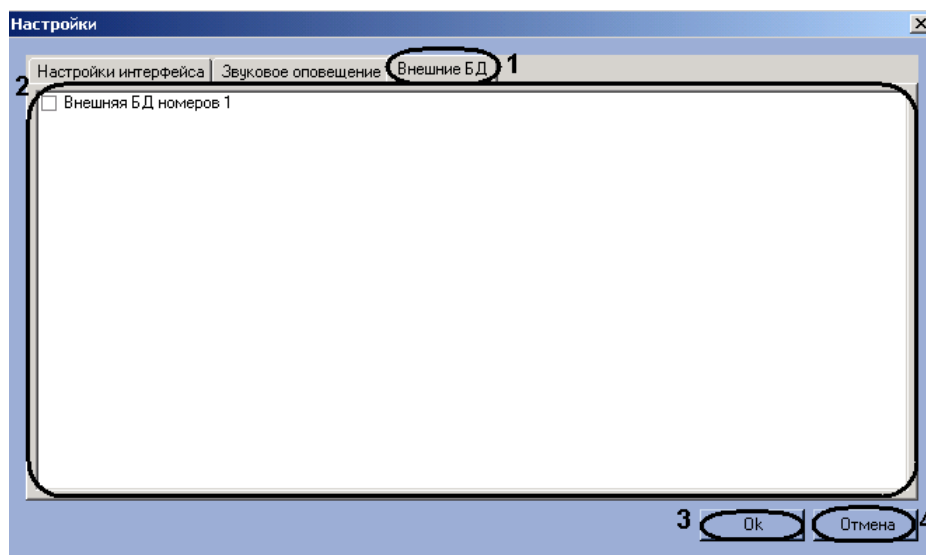

Рис. 7.8—12 Выбор внешних баз данных в качестве баз данных «Оперативного слежения»
4. Установить флажки напротив тех внешних баз данных, которые необходимо использовать в качестве баз данных «Оперативного слежения» (см. Рис. 7.8—12, 2).
5. Для сохранения внесенных изменений и закрытия диалогового окна «Настройки» нажать кнопку «ОК» (см. Рис. 7.8—12, 3).